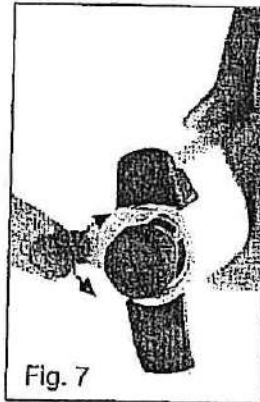

Fig. 7
1. Situar la llave de calibración dentro de los huecos destina dos a la calibración (debajo del émbolo) (Fig. 7).